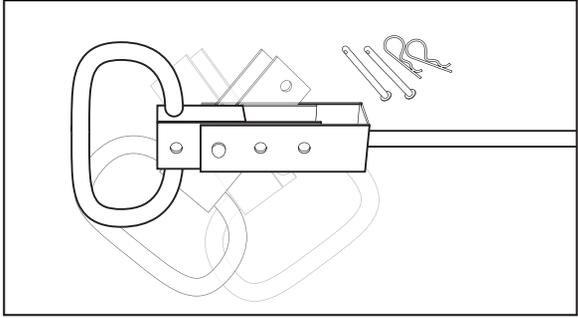

Fig. 1
3. La seconde goupille fendue sert à fixer la poignée au dispositif d'attelage, tel qu'il est illustré à la figure 1.